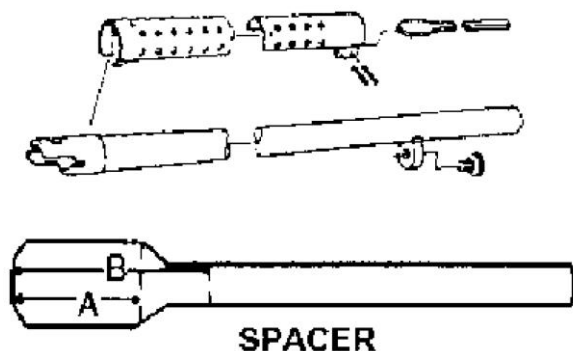

Рис.16
- 5) Поместите пластиковый вкладыш подходящей длины или дополнительные втулки в передний замок/хомут. Вставьте два винта и закрепите две шестигранные гайки на винтах с помощью шестигранного ключа 7/64" или торцового ключа 5/16". ПОКА НЕ ЗАТЯГИВАЙТЕ ПОЛНОСТЬЮ ВИНТЫ (рис.16).